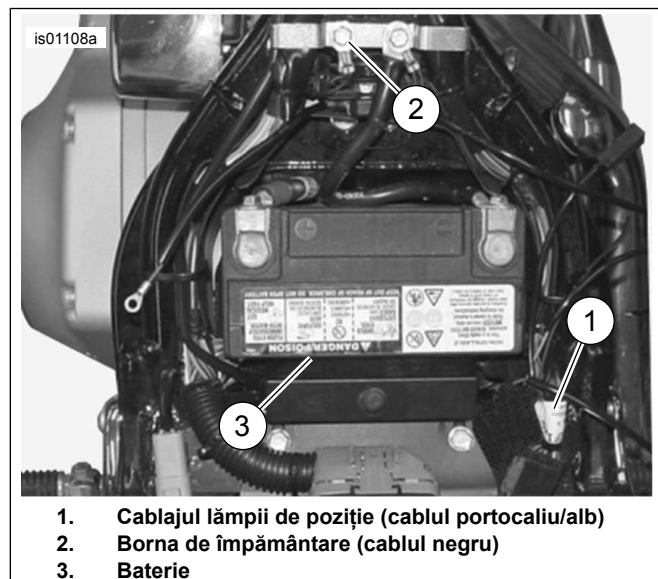

Figura 3. Conexiuni de alimentare și împământare (modelele Softail)
4. Consultați Figura 3 . Montați conectorul rotund inel papuc pe filetele șurubului de împământare. Fixați șurubul de împământare la cadru (2). Fixați conform specificației de cuplu din manualul de service.
1. Consultați Figura 3 . Deschideți cu atenție o parte din cablajul lămpii de poziție (1) înfășurată într-un punct accesibil sub șa și tăiați firul portocaliu/alb.